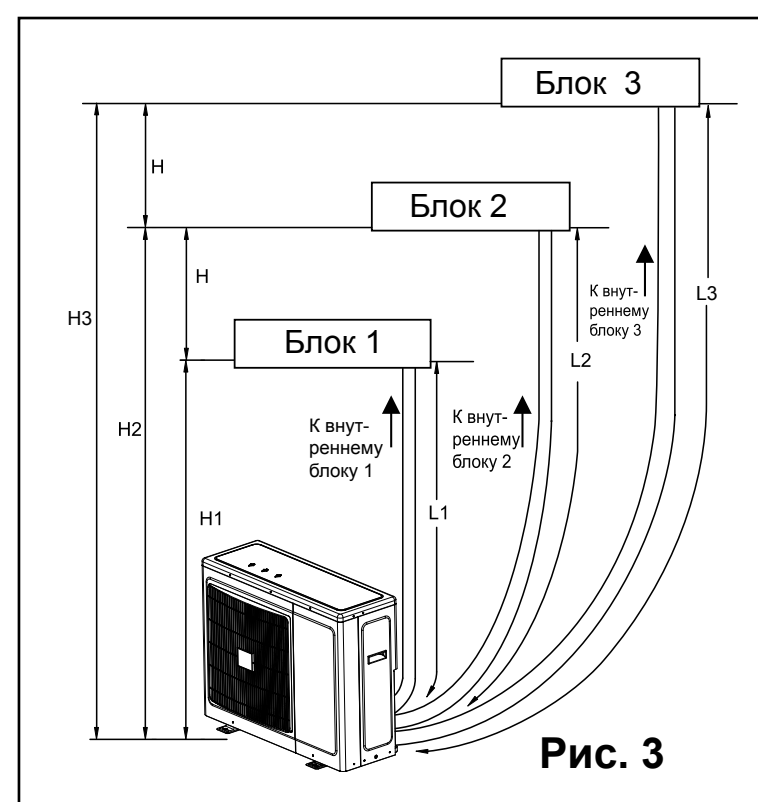

Рис. 3
6. Соблюдайте установочные зазоры, указанные на Рис. 3.